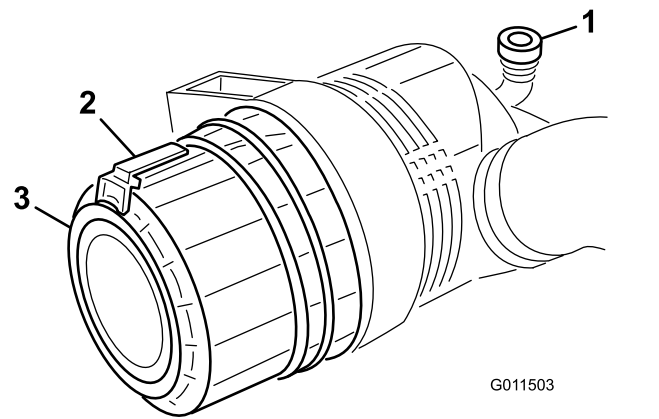

Figura 71
1. Puxe o trinco para fora e rode a cobertura do filtro de ar no sentido contrário ao dos ponteiros do relógio (**Figura 71**).
7. Instale a tampa orientando a válvula de saída de borracha (Figura 71) para uma posição descendente – entre aprox. 5:00 e 7:00, na perspetiva extremidade. Fixe o trinco.